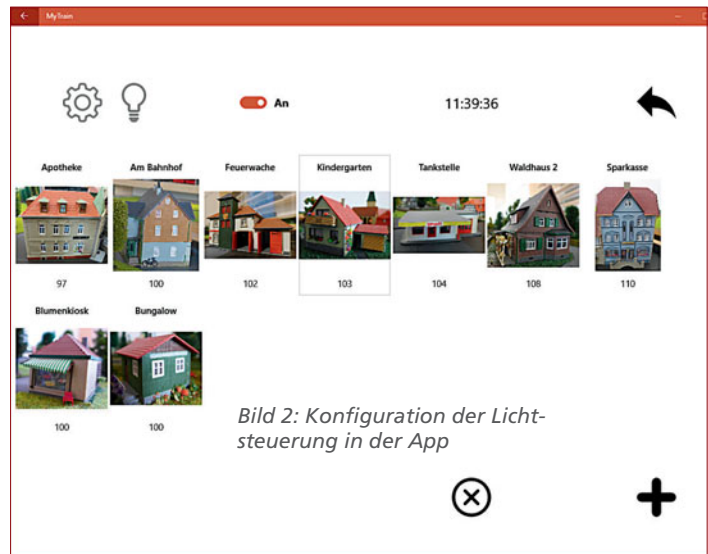

Bild 2: Konfiguration der Lichtsteuerung in der App
- **Name des Bildes (IconFileName):** Jede Lichtfunktion wird auf der Oberfläche mit einem Foto des Objekts dargestellt. Sie sollten also gute Fotos von den relevanten Gebäuden Ihrer Modellbahn machen und diese entsprechend nach-bearbeiten. Diese Bilddateien sind später die Basis für die Steuerung. Wie das in der Praxis aussehen kann, das sehen Sie in Bild 2. Datentechnisch brauchen wir also auf jeden Fall eine Eigenschaft, um den Dateinamen inklusive des Speicherortes (Pfad) abzulegen. Als Name der Eigenschaft wählen wir IconFileName und weil es sich wiederum um einen Text handelt, den Datentyp string. Noch ein Hinweis: Es hat sich bewährt, die Dateinamen im Klartext und mit einem kurzen, aber eindeutigen Namen zu versehen. Also beispielsweise „Apotheke.jpg“, „Kiosk.jpg“ oder „Bahnge-bäude 2.jpg“. Um möglichst wenig Konfigurationsarbeit zu haben, verwendet die Software den Dateinamen ohne Erweiterung, d.h. ohne *.jpg, als Bezeichnung für die Überschrift (Headline).